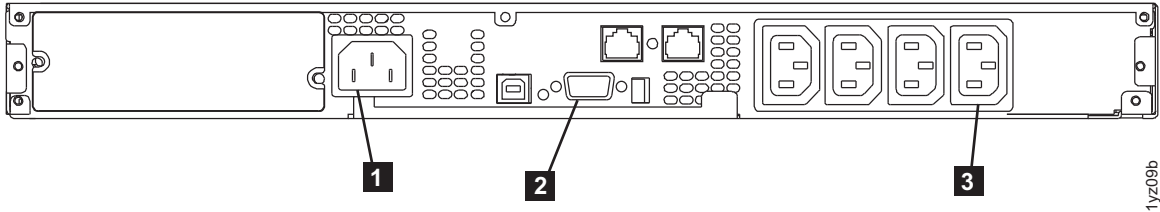

図 310. 2145 UPS-1U (背面図)
2. 2145 UPS-1U の背面で、SAN ボリューム・コントローラーの電源ケーブルをロード・セグメント・コンセント 2 (図 310 の **3**) から切り離す前に、電源ケーブル・リテーナーを取り外します。
3. シグナル・ケーブルを通信ポート (図 310 の **2**) から切り離します。
4. 主電源ケーブルを主給電部 (図 310 の **1**) から切り離します。